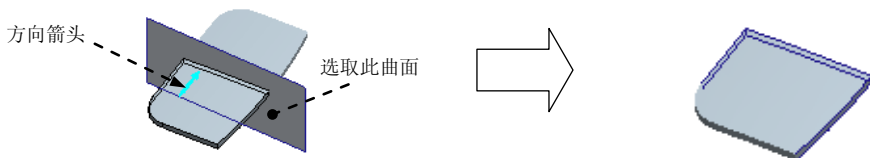

图 6.6.39 创建实体化特征
(1) 选取图 6.6.39 中的曲面为实体化曲面对象。
(2) 单击 **模型** 功能选项卡 **编辑** 区域中的 **实体化** 按钮，按下“去除材料”按钮 ，方向箭头如图 6.6.39 所示。
(3) 单击“完成”按钮 **✓**，完成实体化操作。